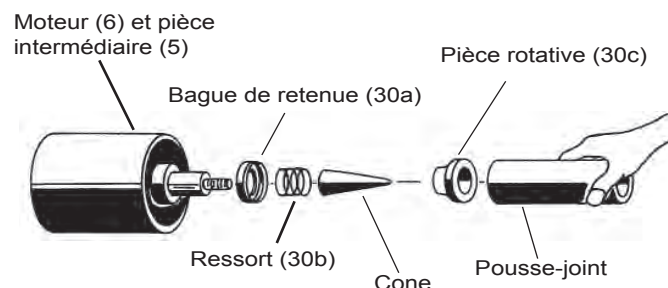

FIGURE 3
Introduisez la bague de retenue du joint (30a) avec le ressort (30b) sur l'arbre du moteur jusqu'à ce qu'il soit en place. Huilez légèrement l'arbre du moteur (SANS UTILISER de la graisse) ainsi que la surface interne de la pièce rotative (30c) et le cône du joint (voir la liste des pièces du kit d'outils pour joint). Placez le cône sur le filetage de l'arbre et avec les surfaces superposées vers l'extérieur, appuyez sur la pièce rotative (30c) avec un pousse-joint (voir la liste des pièces du kit d'outils pour joint) sur l'arbre et dans la pièce intermédiaire (5) jusqu'à ce qu'elle vienne se placer contre l'épaule de l'arbre. Voir FIGURE 3.